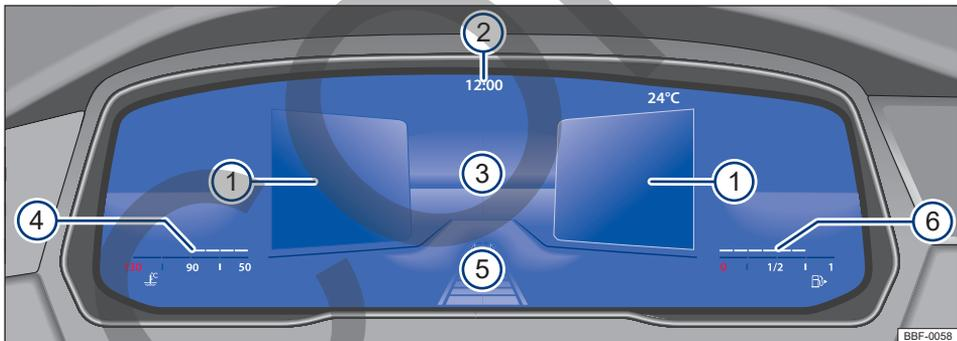

Fig. 10 Active Info Display (variante 2) en el tablero de instrumentos.
La exhibición principal → fig. 10 ③ puede alternarse presionando la tecla **(View)** en el volante multifunción. La representación en el área de indicación puede exhibir las siguientes vistas:
- **Resumen:** después de finalizada la preparación para conducción: exhibición de información sobre el estatus del vehículo en las áreas ①, por ejemplo, posición del cuentakilómetros total.